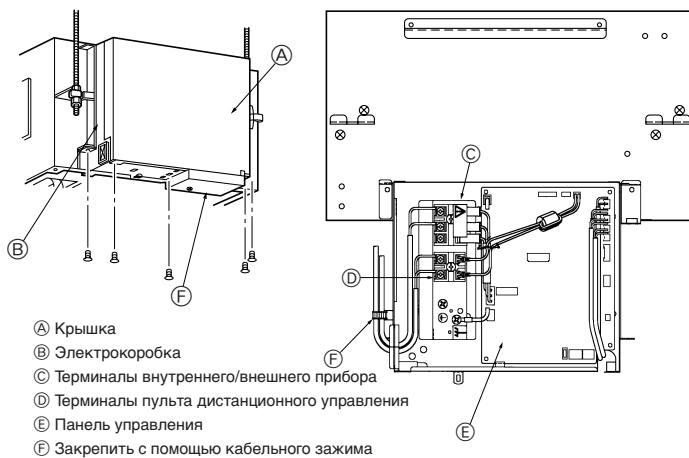

Fig. 5-1
5.1. Электропроводка (Fig. 5-1)